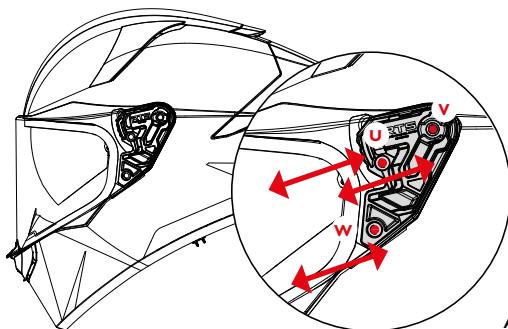

ABBILDUNG 12
**Einstellung** — Abbildung 12